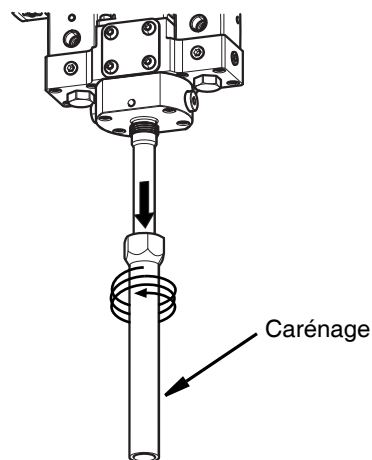

FIG. 20
4. Retirer le carénage de la vanne de mélange dynamique Voltex. Voir FIG. 20.